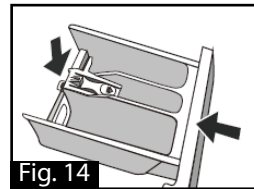

Fig. 14
4. Replacer le couvercle de l'adoucisseur et repousser le tiroir en position fermée (Fig. 14).